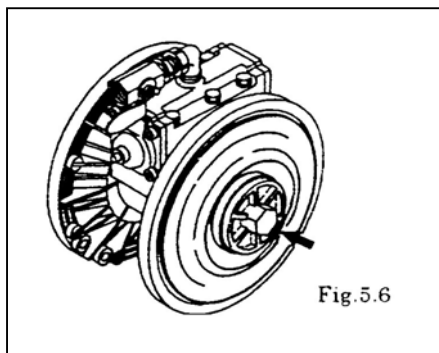

Fig.5.6
- De buitenste steunschijf losmaken met de PP sleutel (speciaal gereedschap nr. 771868). [Fig. 5.6]